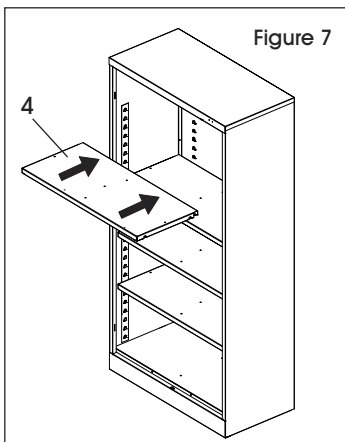

Figure 7
8. Insérez les tablettes (4) à la hauteur souhaitée. (Voir Figure 7)